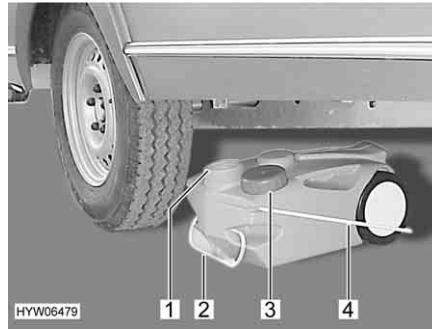

Fig. 167 Depósito de aguas residuales, con ruedas
- Cerrar la abertura del depósito de aguas residuales (Fig. 167,1) con la tapa (Fig. 167,3).
- Extraer el depósito de aguas residuales por el tirador (Fig. 167,2).
- Abatir hacia arriba el tirador (Fig. 167,4) y colocar el depósito de aguas residuales.